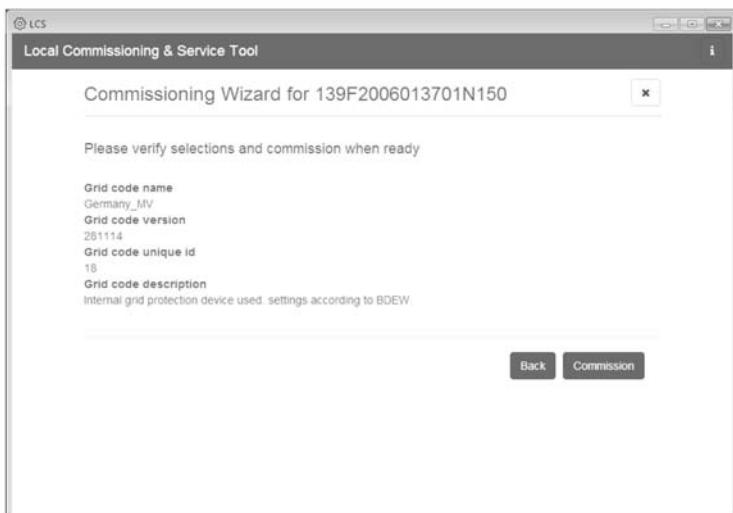

Imagen 5.7. LCS-Tool: confirmación de país y código de red
9. La LCS-Tool solicita una confirmación del país y el código de red seleccionados. Consulte la imagen 5.7. Utilice el botón [Back] y la posibilidad de cambiar los ajustes en las ventanas anteriores para realizar cambios en la configuración.